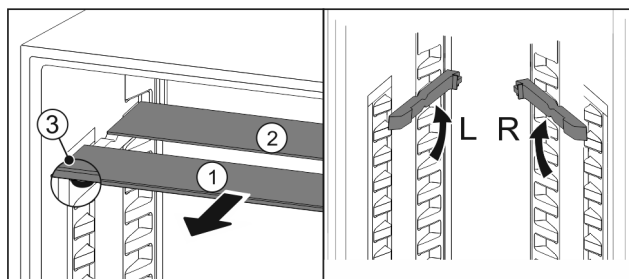

Fig. 126
- estrarre i ripiani di vetro singolarmente tirando in avanti Fig. 126 (1).
- Il piano in vetro Fig. 126 (1) con il motivo ornamentale è nella parte anteriore.
- I fermi Fig. 126 (3) sono rivolti verso il basso.